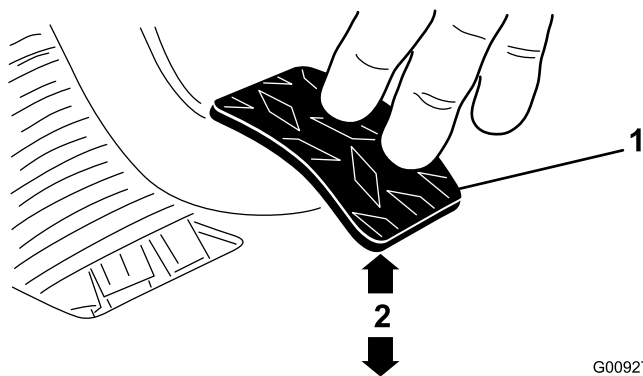

Figura 74
3. Ajuste las contratuercas o la articulación esférica hasta que el borde trasero del pedal del embrague esté a $9,5 \pm 0,3$ cm del borde superior de la chapa de suelo con dibujo a rombos al aplicar una fuerza de 1,8 kg al pedal (Figura 74).